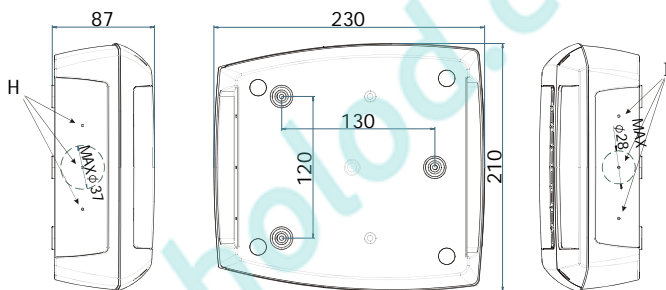

Рис. 3
3. Сделайте подходящие отверстия для кабелей или труб, используя разметку в нижней крышке контроллера Cool Mate, (Рис. 3, Н, I). Затем сделайте 3 отверстия в стене, как показано на (Рис. 3, L, M, N), чтобы закрепить Cool Mate.
5. Вставьте дюбели, поставляемые в комплекте, в отверстия, сделанные в стене. Затем используйте уплотнительную прокладку и закрепите заднюю часть контроллера Cool Mate (Рис. 3, L, M, N) на стене с помощью 3 винтов.
5. Сделайте подходящие отверстия для кабелей или труб, используя разметку в нижней крышке контроллера Cool Mate, (Рис. 3, Н, I).